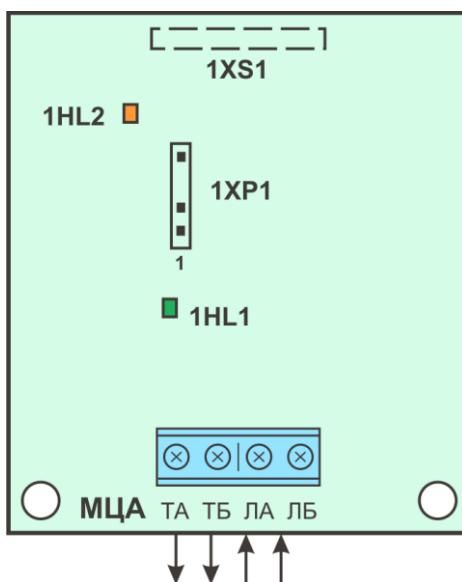

Рисунок 7.15 – Підключення входів та виходів МЦА
- Встановити плату комунікатора на плату БМК приладу, з'єднавши роз'єм 1XS1 комунікатора (рис. 7.15) зі з'єднувачем 3XP4 приладу (додаток Б, рис. Б.1) та зафіксувавши плати між собою тримачами.
Підключення входів та виходів МЦА наведена на рис. 7.15. Призначення клем та з'єднувачів МЦА наведене в таблиці 7.5.
¹ Виносні індикатори дублюють індикатори 1HL1 та 1HL2 рис. 7.15. В якості виносних індикаторів використовуються світлодіоди: катод (мінус) та анод (плюс).